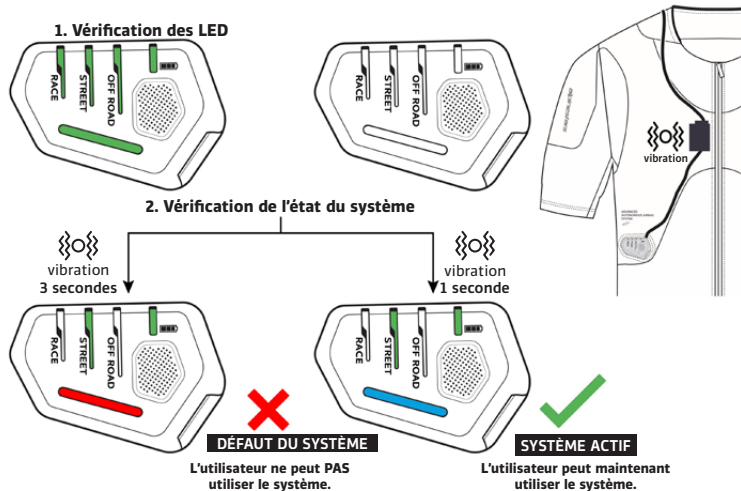

Figure 9 : Le système effectue à la fois le contrôle des LED et le contrôle de l'état.
1) Vérification des LED : au cours de cette phase, le système vérifie que toutes les LED présentes sur l'écran à LED (3) fonctionnent correctement. L'utilisateur constate que tous les voyants disponibles (3b, 3c, 3d) s'allument en VERT SOLIDE pendant environ une seconde, puis s'éteignent, comme le montre la figure 9.
2) Vérification de l'état du système : après la phase de vérification des LED, la LED d'état du système (3b) s'allume en BLEU SOLIDE, indiquant que le système est actif (figure 9) et qu'il est donc prêt à protéger l'utilisateur en cas d'accident. Une brève vibration d'environ 1 seconde est également ressentie à proximité du zip d'activation (2). Dans cet état, l'utilisateur peut également vérifier le mode de conduite (LED de mode de conduite [3c]) en cours et le niveau de la batterie du système (LED de niveau de batterie [3d]) (voir la section 8 ; « Résumé des indications de l'affichage à LED (3) »).
AVERTISSEMENT ! Si le voyant d'état du système (3b) devient ROUGE SOLIDE, une défaillance du système est présente (Figure 9). Une longue vibration d'environ 3 secondes est également ressentie à proximité du zip d'activation (2). Cette condition indique que le système ne fonctionne PAS correctement et qu'il n'est donc pas prêt à protéger l'utilisateur en cas d'accident (voir la section 19 « Dépannage »).